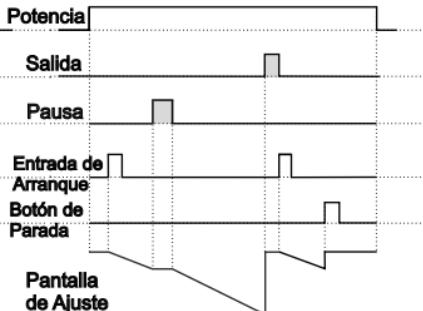

Figura 1.2
1.1.2 Si Conteo Descendente $dEc\ddot{t} = 1$ y $but\ddot{F}$ es oFF , el diagrama de control se muestra la figura 1.2.